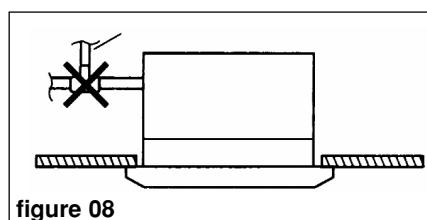

figure 08
- Ne pas installer de prises d'air (figure 08).